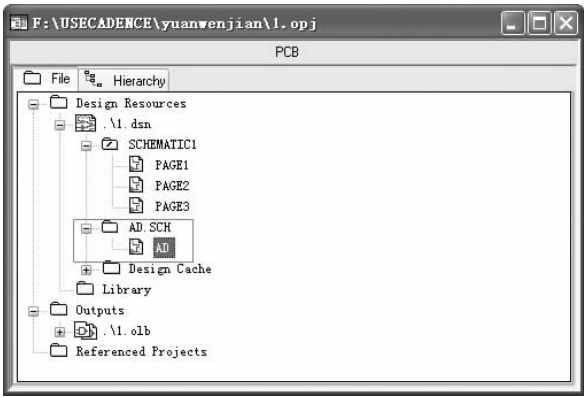

图 3-23 项目管理器窗口
3) 同时，在项目管理器中自动创建一个新的原理图文件夹 AD. SCH，在该文件夹下显示创建的子原理图 AD，如图 3-23 所示。